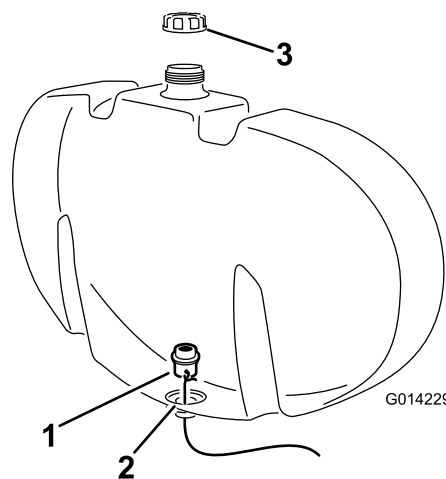

Figura 3
Nota: Utilice el alambre para guiar el pasamuros hasta el orificio de la parte inferior del depósito de enjuague (Figura 3).
4. Coloque el pasamuros en su posición, asegurándose de que la junta tórica está asentada contra la pared interior del depósito de enjuague (Figura 3).